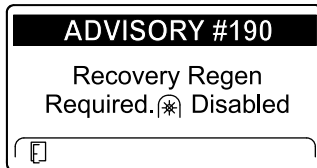

Bild 56
- Recovery regeneration required – power takeoff disabled ADVISORY #190 (Bild 56)